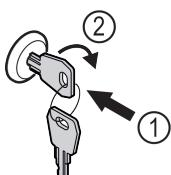

Fig. 172 Simbolična slika
- Vstavite ključ Fig. 172 (1).
- Ključ obrnite v smeri urnih kazalcev za 90° Fig. 172 (2).